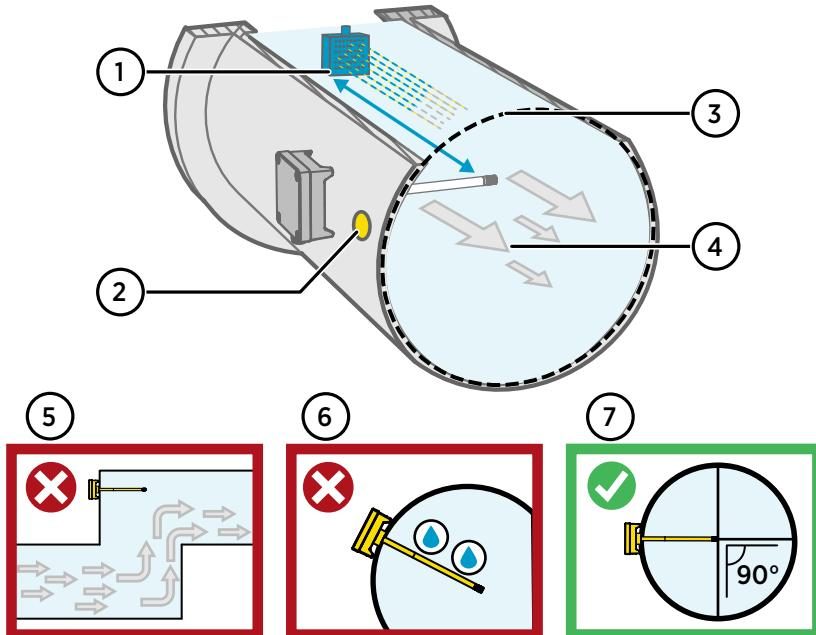

Рис. 63 Общие сведения об установке в воздуховод
4. Дополнительно: Просверлите второе отверстие для контрольных измерений приблизительно на расстоянии 30 см от установочного отверстия преобразователя. См. Рис. 63 \(страница 99\).